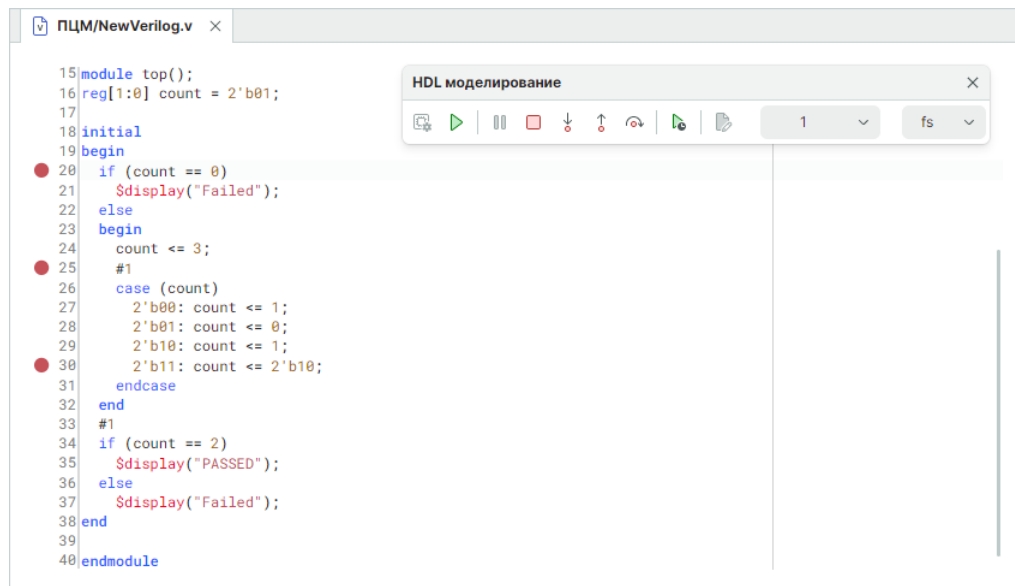

Рис. 32 Расстановка точек останова
3. Выберите строчку кода, перед выполнением которой необходимо остановить процесс моделирования, и нажмите левую кнопку мыши, см. Рис. 32.